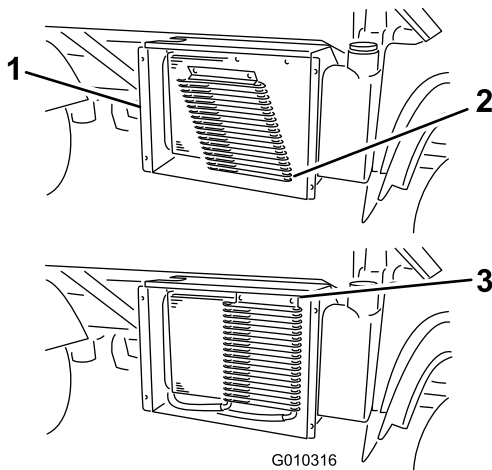

Bild 61
3. Drehen Sie die Riegel und den Ölkühler (falls vorhanden) vom Kühler weg (Bild 61).